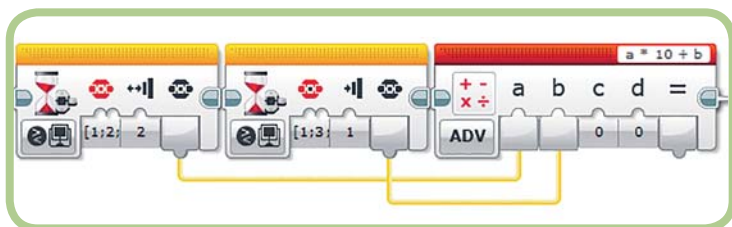

Рис. 15.33. Создание номера команды на основании нажатия двух кнопок
2. Возможности программы *ButtonCommand* ограничены, поскольку она поддерживает только четыре команды. Ты можешь усовершенствовать ее, используя для выбора команды две кнопки. В исходной программе мы применяли идентификаторы кнопок для указания номеров команд. Для использования двух кнопок для указания команды необходимо преобразовать два идентификатора кнопок в один номер команды. Простой способ решения этой проблемы заключается в том, чтобы взять первый идентификатор кнопки и умножить его на 10, а затем прибавить второй идентификатор кнопки (рис. 15.33). В результате ты получишь номера команд